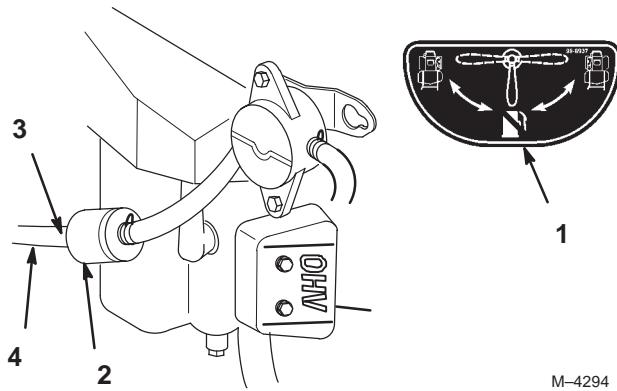

Figure 44
5. Posez un filtre neuf et rapprochez les colliers de fixation du filtre (Fig. 44).
2. Fermez le robinet d'arrivée de carburant (Fig. 44).
3. Desserrez le collier de serrage au niveau du filtre à carburant et repoussez-le le long de la conduite d'alimentation pour l'éloigner du filtre (Fig. 44).
4. Débranchez la conduite d'alimentation du filtre (Fig. 44).
5. Ouvrez le robinet d'arrivée de carburant des réservoirs gauche et droit, et laissez le carburant s'écouler dans un bidon ou un bac de vidange. (Fig. 44).
6. Raccordez la conduite d'alimentation au filtre. Rapprochez le collier de serrage du filtre pour fixer la conduite d'alimentation (Fig. 44).